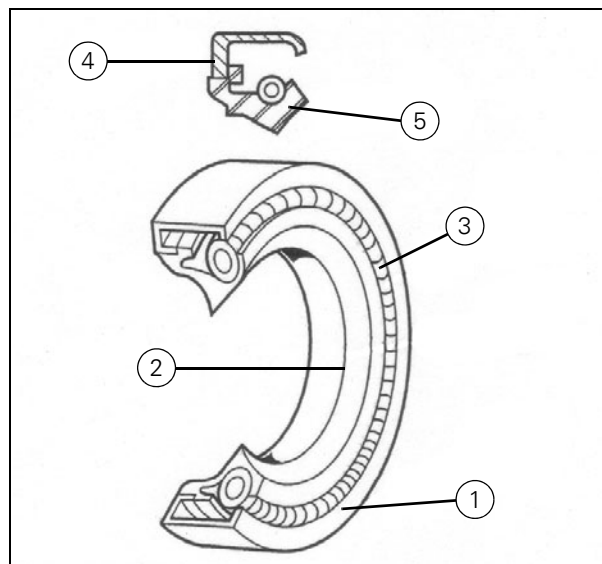

Рисунок 4
На (Рис. 4) изображена отдельная манжета "SPY". На поперечном разрезе видны фланец (4) и внутреннее кольцо (5), которые расположены соответственно снаружи и внутри манжеты с уплотняющей кромкой. За редкими исключениями манжета устанавливается уплотняющей кромкой в сторону смазки. Некоторые типы манжет имеют дополнительную кромку без пружины.